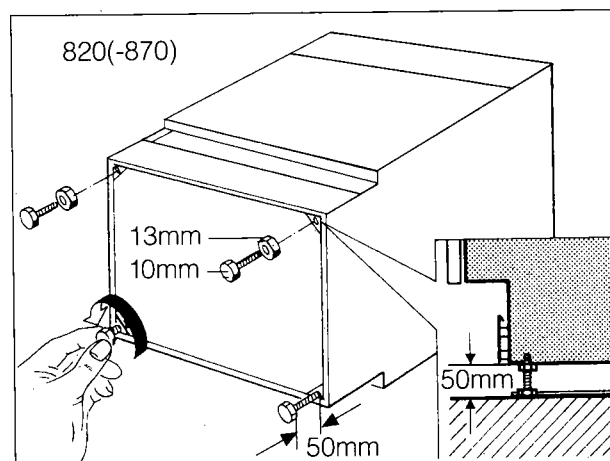

Fig. 3c
- ◆ Då fötterna skall justeras till max kan samtliga fötter grovjusteras innan du placerar de på glidskena (se fig. 3c).